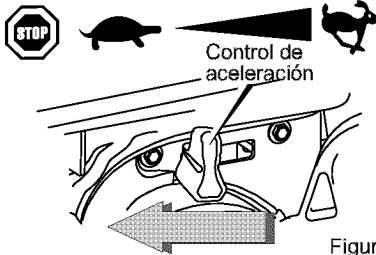

Figura 62
1. Para parar la marcha del motor, mueva la palanca de control de aceleración a la posición "LENTO", luego a la posición "PARAR" (vea la Figura 62).